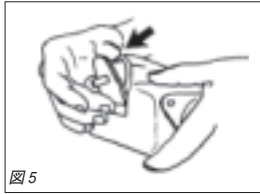

図5
4) オーバーフロープロテクションの取外もできます(図5)。